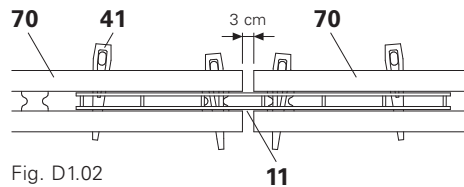

Fig. D1.02
Avec éclisse VKZ (11) et coin KZ (41). La distance entre les filières acier SRU (70) est de 3 cm. (Fig. D1.02)